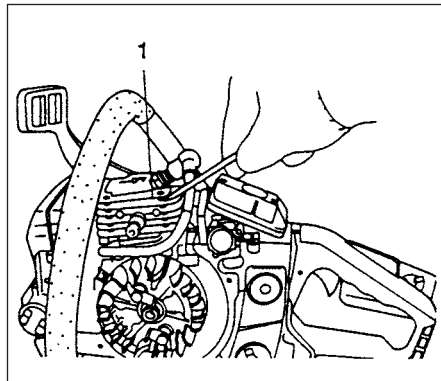

Fig.3-9
**Reinigen der Zylinderrippen (Fig. 3-9)**